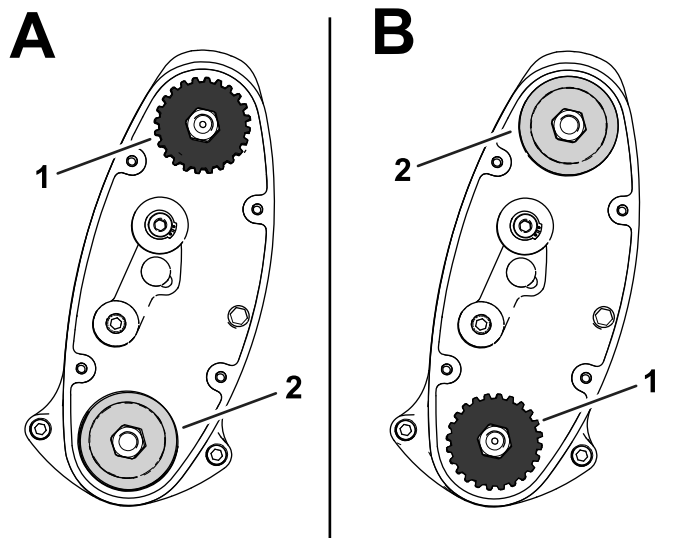

Рисунок 16
- **ВЕРХНЕЕ** положение: «А» на Рисунок 16
- **НИЖНЕЕ** положение: «В» на Рисунок 16